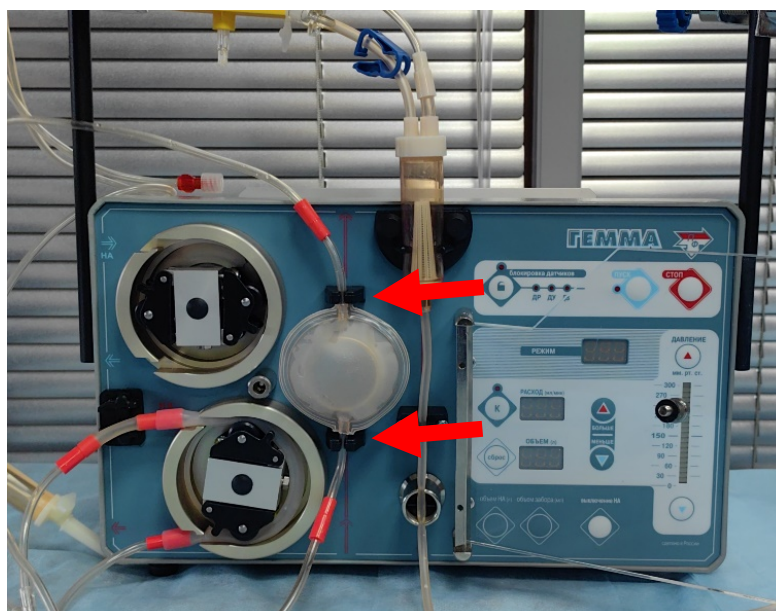

Рисунок 2.5
- 2.4. Установите дозирующий контейнер в стойки крепления дозирующего контейнера (рис. 2.5).